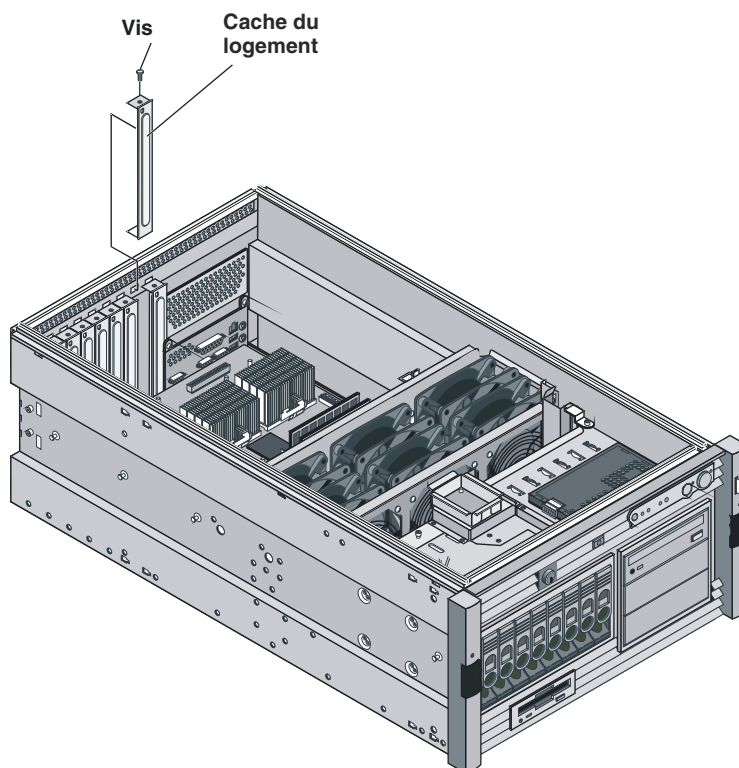

Figure 3-21. Retrait du cache du logement
8. Retirez le cache du logement sur le panneau arrière du serveur avant d'installer la nouvelle carte, comme indiqué dans la *Figure 3-21*.